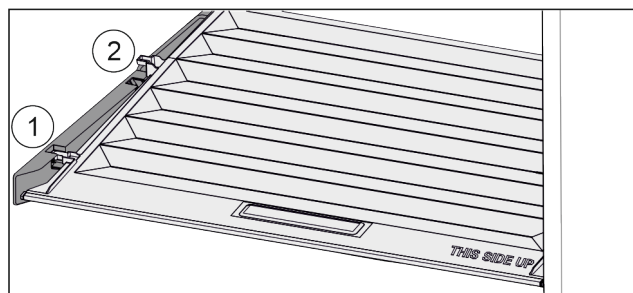

Fig. 68
- ▶ Trekk dekselet til åpningen i holdedelene fremover Fig. 68 (1).
- ▶ Løft ut nede bak og ta opp og ut Fig. 68 (2).